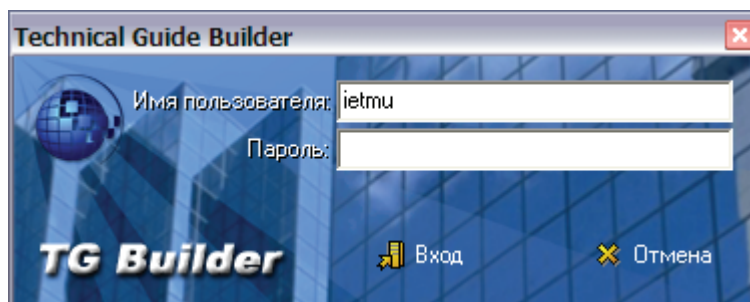

Рис. 1.7
1. Откройте папку и запустите файл TGBrowser.exe. После этого откроется окно входа в систему (Рис. 1.7).